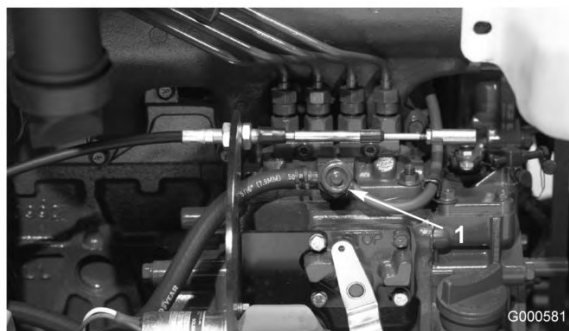

図 40
- 燃料噴射ポンプについているエア抜きネジ(図 40)をゆるめる。